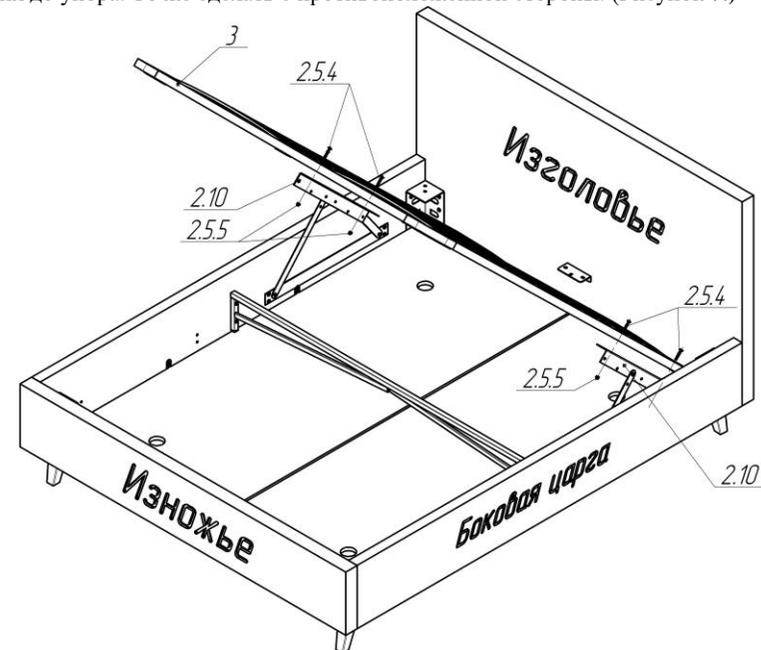

Рисунок 8 – Каркас кровати с металлокаркасом
9. Уложить на подъемный механизм поз. 2.10 металлокаркас поз.3. Продеть винты М6х40 поз.2.5.4 (4 шт.) в крепёжные отверстия подъемного механизма, наживить на гайки поз.2.5.5 (4 шт.), затянуть их до упора. То же сделать с противоположной стороны. (Рисунок 8).